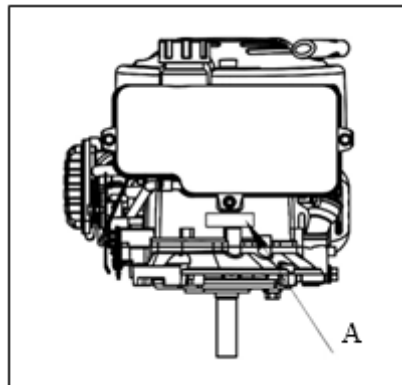

Fig. 15 A: ubicación del número de serie
13.1 UBICACIÓN DEL NÚMERO DE SERIE (Ver Fig. 15)